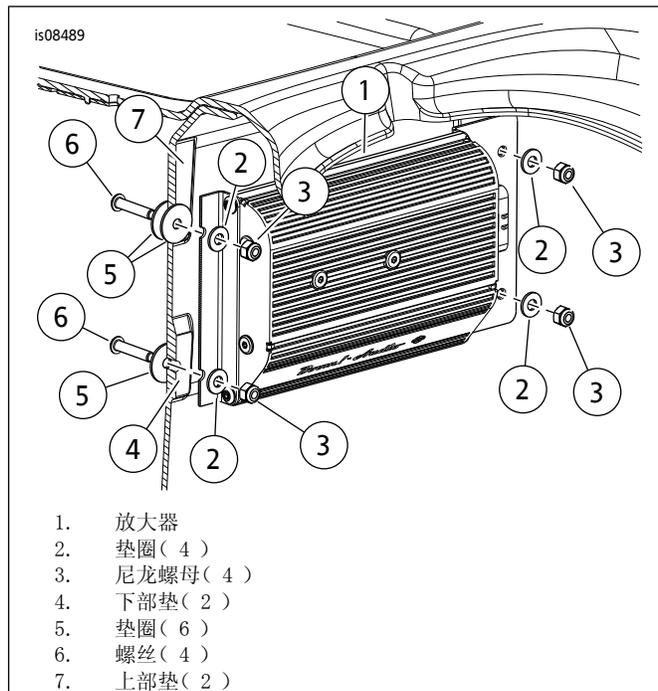

图2。安装放大器
7. 参见图2。将放大器和支架(1)放在四个抬高的垫子(4和7)上。按图中所示,朝着车辆左侧定位连接器。使下部孔在下部垫(4)上居中。
12. 参见图2。将垫圈(5)放在螺丝(6)上。从行李箱内部穿过孔进行安装。从行李箱内部,将额外的垫圈(5)放在顶部螺丝上,仅充当隔块。将放大器和支架(1)放在四个抬高的垫子(4和7)上。朝着车辆左侧定位连接器。将垫圈(2)安装在支架和螺丝上。使用螺母(3)固定。拧紧螺母至10.8-12.2 N·m (96-108 in-lbs)。